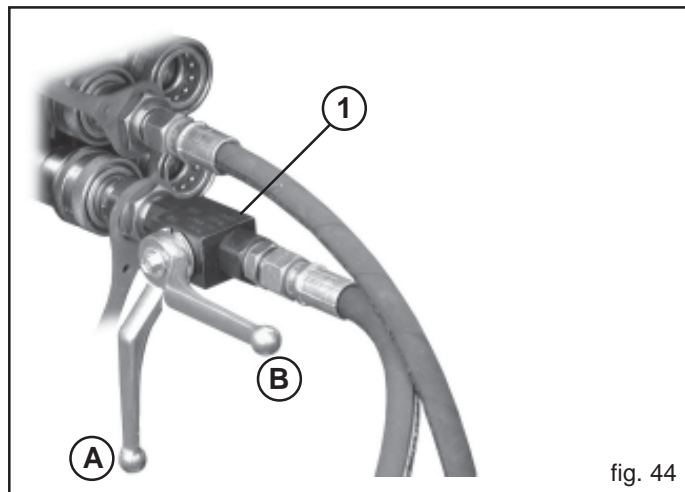

fig. 44
Le dispositif traceur est doté d'une vanne qui actionne alternativement les deux bras, réduisant l'emploi à un seul distributeur oléodynamique du tracteur. Le tube oléodynamique de refoulement est doté d'un robinet (1 Fig. 44) nécessaire pour exclure le fonctionnement du traceur. **Durant le transport sur route du semoir, la poignée du robinet doit être sur (A Fig. 44), pour éviter l'ouverture accidentelle du traceur,** et vice versa sur B durant le travail.
- 5) Avant d'actionner le dispositif traceur, poser le semoir au sol et positionner le levier du robinet sur (B) Fig. 44.
- 8) Positionner le levier du robinet sur (A) Fig. 44.